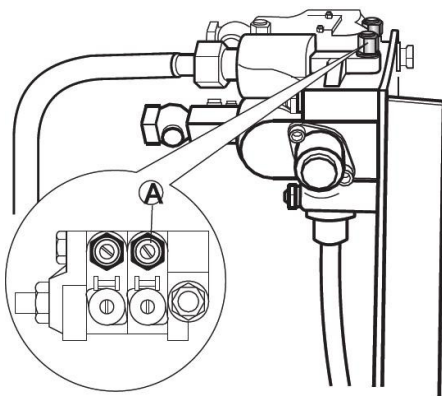

Fig. 4-39 Válvula direcional multivias
Aperte ou afrouxe o parafuso ① na válvula de saída para realizar a saída hidráulica de simples ou dupla ação (veja a fig. 4-39) ① Desparafuse ① para obter a saída hidráulica de simples ação, ou inversamente, aparafuse completamente para obter a saída hidráulica de dupla ação.